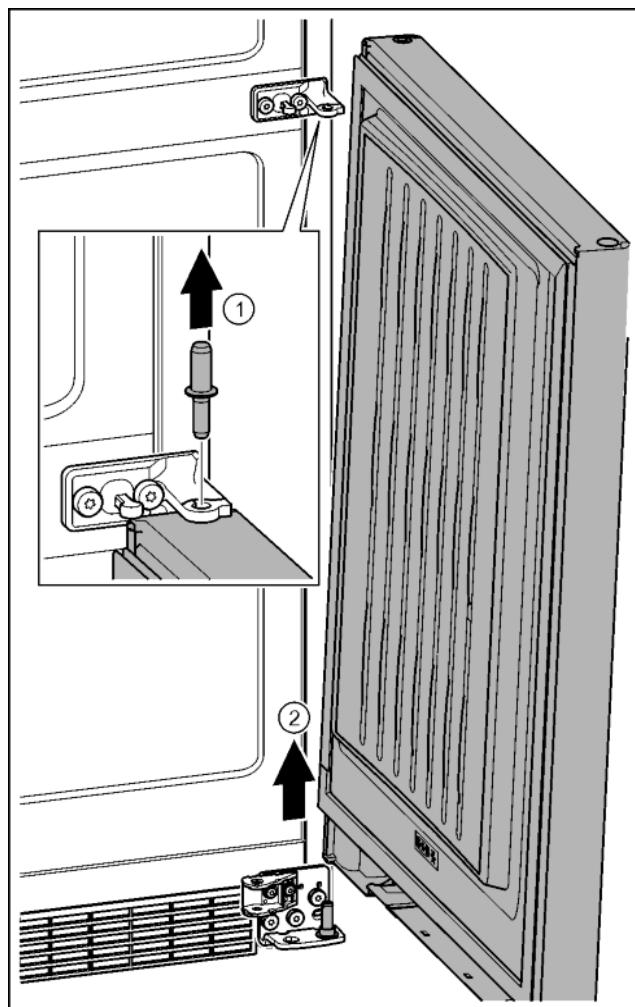

Fig. 24
- Извлечь пальцы движением вверх. *Fig. 24 (1)*
- Отклонить дверь, приподнять вверх и отставить в сторону. *Fig. 24 (2)*